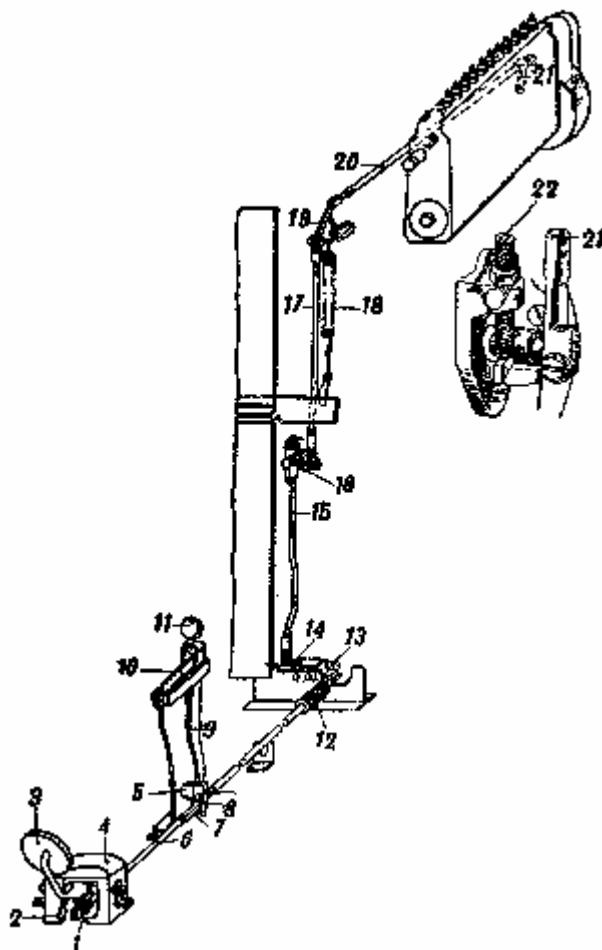

Рис. 66. Привод к топливному насосу:
Управление топливным насосом осуществляется путём воздействия на рейку топливного насоса, которая изменяет подачу топлива в цилиндры двигателя. Управлять насосом можно как ножным, так и ручным способом. Ножной привод к топливному насосу состоит из педали 5 (рис. 66) с подкаблучником 4, тяг 6, 15, 11 и 20, рычагов 13, 14, 16 и 19 и возвращающей пружины 12. Для выборки зазоров в шарнирных соединениях вертикальных тяг 15 и 17 установлена пружина 18. При нажатии ногой на педаль последняя, поворачиваясь вокруг своей оси, воздействует (через систему тяг и рычагов) на рычаг подачи топлива. 21 насоса НК-1; поворот рычага в данном случае вызывает увеличение подачи топлива в цилиндры двигателя. При освобождении педали пружина 12, разжимаясь, возвращает привод в исходное положение.
- 1) Поставить рукоятку ручного привода 11 (см. рис. 66) в крайнее заднее положение (по ходу танка), что соответствует моменту полного выключения подачи топлива в цилиндры двигателя